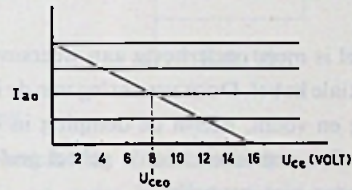

FIG. 8
- In fig. 8 is een geïdealiseerde karakteristiekenbundel getekend met een belastingslijn voor volle uitsturing bij $U_{CE0} = 8$ V. De topwaarde van de collectorwisselspanning is eveneens 8 V en daar het uitgangsvermogen 2 W bedraagt, is de topwaarde van de collectorwisselstroom $1/2$ A. (Immers het vermogen is het halve product van de topwaarden van spanning en stroom.) De collector gelijkstroom I_{a0} is dus ook $1/2$ A.
- De belastingsweerstand van de transistor is volgens fig. 8 gelijk aan $8 \text{ V} / 1/2 \text{ A} = 16 \Omega$. Daar de secundaire wikkeling van de transformator belast is met 4 Ω , moet de wikkilverhouding zijn $\sqrt{16/4} = 2$.